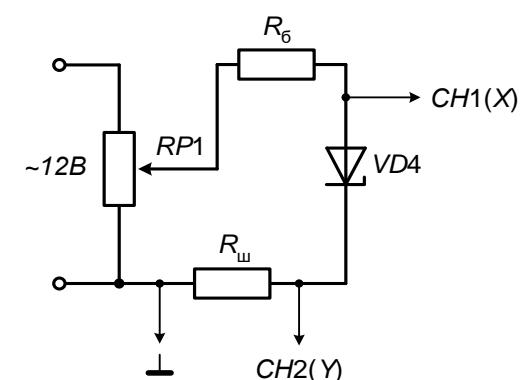

Рис.5. Схема для исследования стабилитрона
а) собрать схему для исследования стабилитрона VD4 на переменном токе (рис.5). Установить тумблер SA1 в положение «Выкл», ручку потенциометра RP1 установить в положение «0», соединить перемычкой гнезда X8, X9. Вход CH2(Y) осциллографа подключить к шунту  $R_{\text{ш}}$  (гнездо X13), а корпус осциллографа « $\perp$ » соединить с гнездом X12. Вход CH1(X) осциллографа подключить к гнезду X6. При этом переключатель развертки осциллографа должен быть переведен в положение X/Y. Подать питание — переключатель SA1 установить в